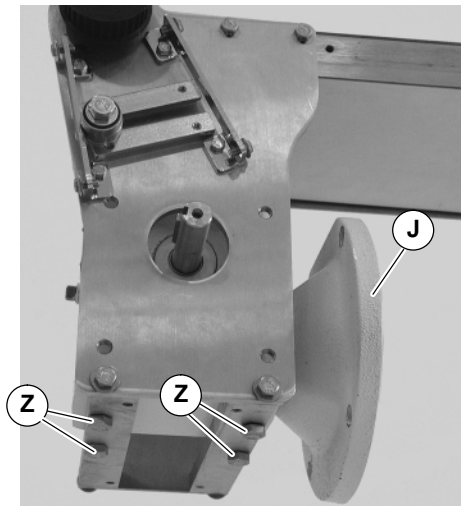

Abbildung 28
5. Vier (4) Montageschrauben des Untersetzungsgetriebes (Z siehe Abbildung 28) entfernen. Untersetzungsgetriebe entfernen.